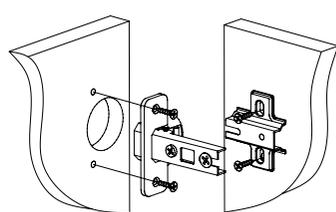

Рис.3
4. С помощью шурупов 3,5x16 установить петли на двери и ответные планки петель на боковины 3, 4 (Рис. 3).